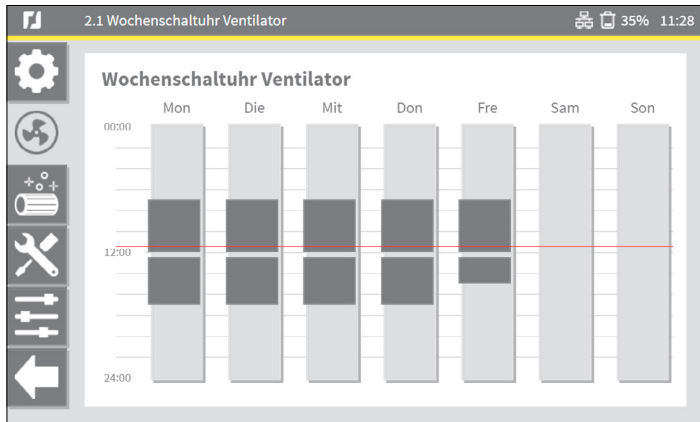

Abb. 4.3 Wochentimereinstellung (Beispiel)
Abb. 4.3 enthält eine graphische Übersicht über ein Wochenprogramm mit je einem Zeitblock vormittags- und nachmittags und einer Mittagspause. Für Freitag(s) wurden unterschiedliche Einstellungen vorgesehen.
- Den mit „Mon“ (Montag)⁶ gekennzeichneten Zeitblock antippen, der gleichzeitig als Schaltfläche dient (siehe Abb. 4.3).